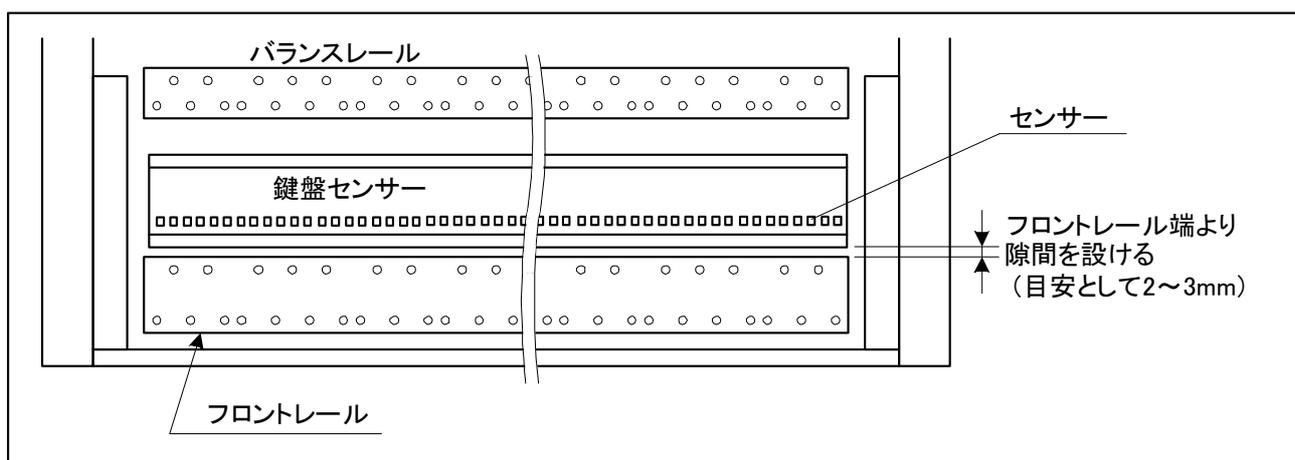

図4.4-3 鍵盤センサーの取り付け
- (3) 図4.4-3の様に、センサー側を手前にして、フロントレールとバランスレールの間に鍵盤センサーを載せ、高さ調整時にフロントレールの側面に接触しない程度の隙間（目安として2~3mm）を設けた位置に設置する。